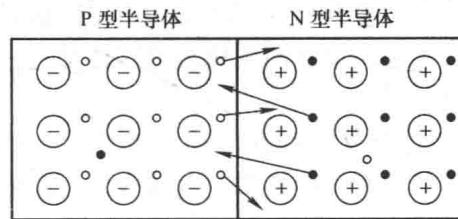

图1-12 P型和N型半导体交界处载流子的扩散
(1) PN结的形成 多数载流子因浓度上的差异而形成的运动称为扩散运动，如图1-12所示。